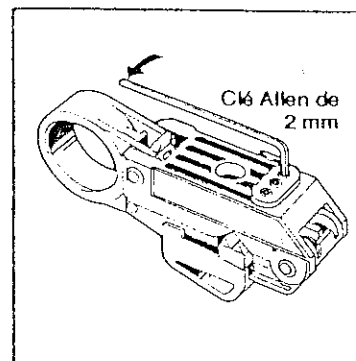

Figure 9
I. Régler la profondeur de pénétration des lames en fonction du calibre du câble, en agissant sur les vis Allen de la base de l'outil (fig. 9).